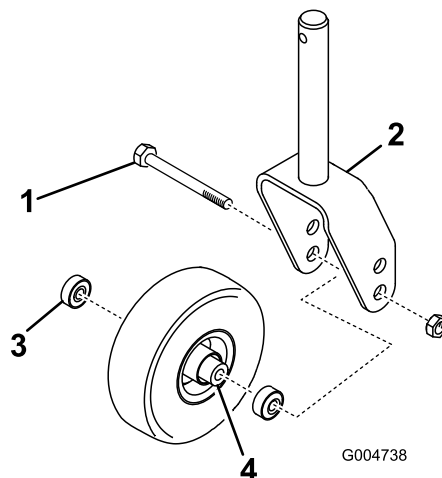

Figura 30
1. Togliete il dado di bloccaggio dal bullone che fissa la rotella orientabile alla forcella (Figura 30). Afferrate la ruota orientabile ed estraete la vite a testa cilindrica dalla forcella o dal braccio di rotazione.
2. Togliete il cuscinetto dal mozzo della ruota e lasciate cadere il distanziale del cuscinetto (Figura 30). Togliete il cuscinetto dalla parte opposta del mozzo della ruota.